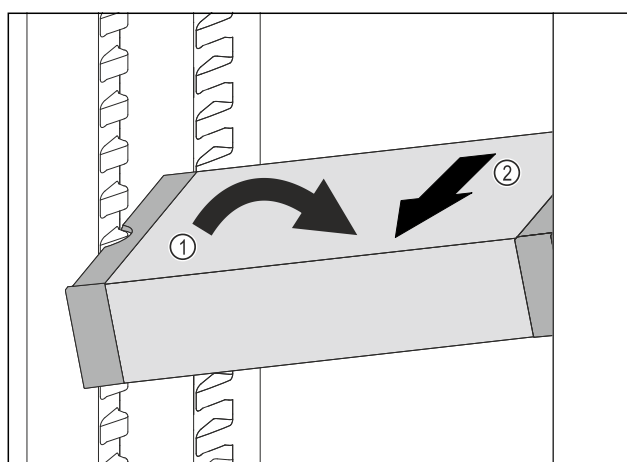

Fig. 96
- ▶ VarioSafe postavte v chladničce šikmo. Fig. 96 (1)
- ▶ VarioSafe odeberte směrem dopředu. Fig. 96 (2)